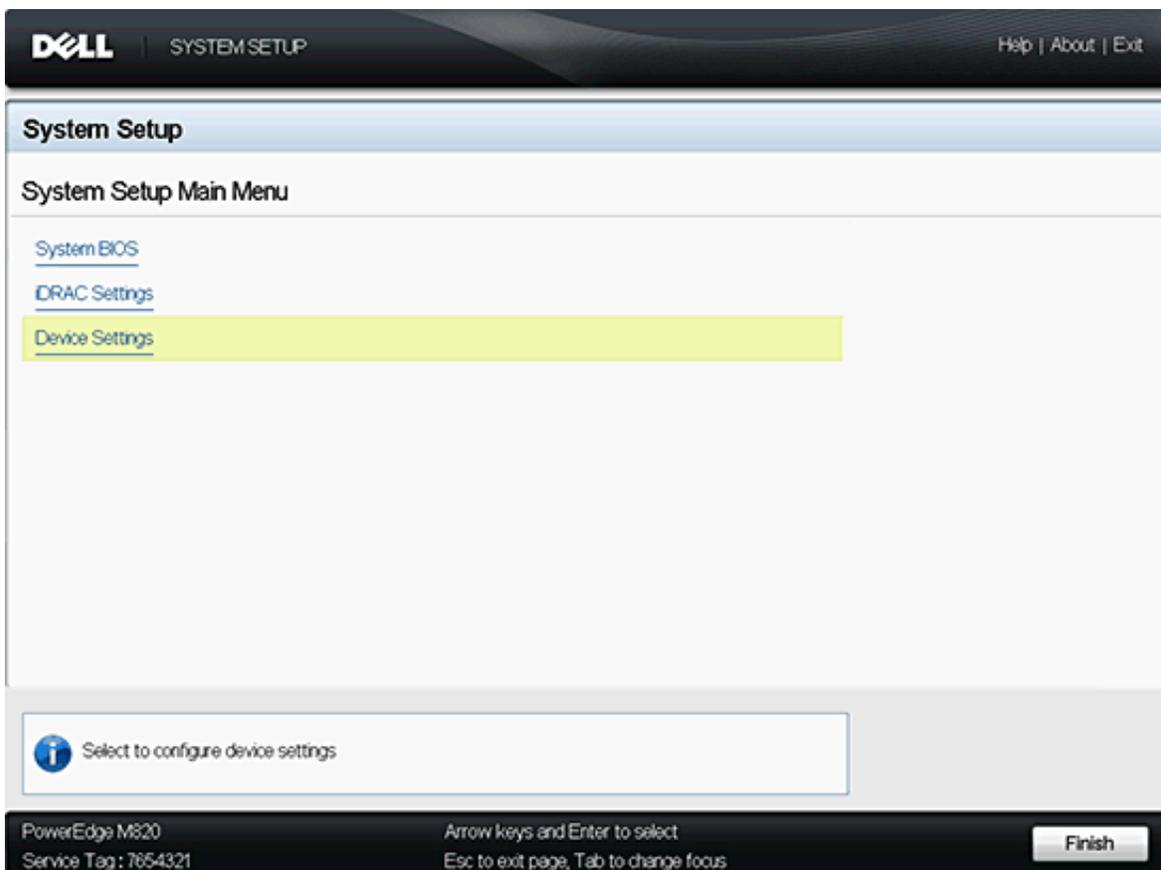

Figure 5-1. Page de menu principal Configuration du système
- Menu principal d'installation du système (voir Figure 5-1)
2. Sélectionnez **Device Settings** (Paramètres des périphériques) (voir Figure 5-1).